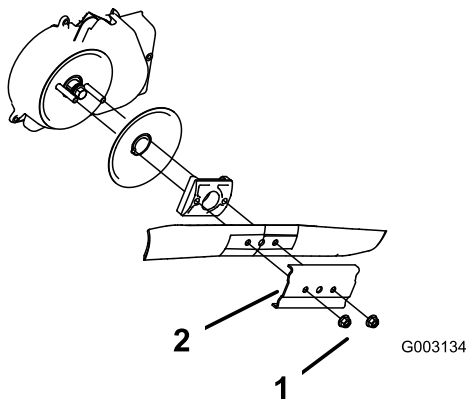

Bild 36
3. Entfernen Sie die beiden Messermuttern und die Verstärkung (Bild 36).
4. Nehmen Sie das Messer heraus (Bild 36).
5. Bauen Sie das neue Messer ein (Bild 36).